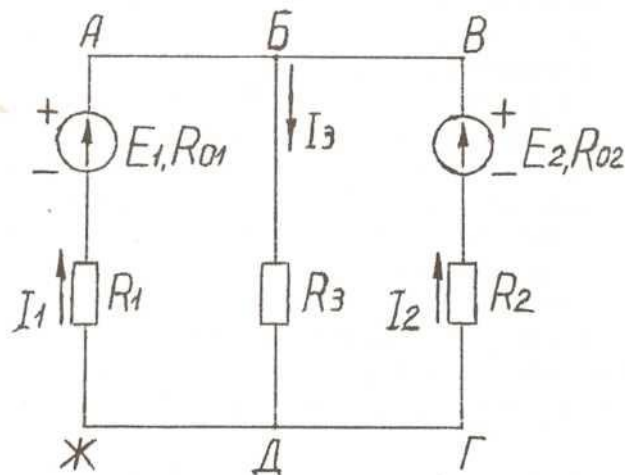

Рис.7
На рис.7 изображена схема сложной электрической цепи. ЭДС источников энергии $E_1=180$ В, $E_2=96$ В, их внутренние сопротивления $R_{01}=R_{02}=0,8$ Ом, сопротивления резисторов $R_1=9,2$ Ом, $R_2=19,2$ Ом, $R_3=25$ Ом.
- 1) Обозначим контуры сложной электрической цепи (рис.7).
- 2) На схеме (рис.7) показываем направление токов I_1, I_2, I_3 .
Ток I_2 получился отрицательным, значит, первоначально указанное направление этого тока на схеме (рис.7) было неверным, его надо изменить на противоположное.
Проверяем правильность определения токов в сложной цепи (рис.7) при помощи первого и второго законов Кирхгофа методом узлового напряжения. В этом методе все токи направляются от одного узла (Д) к другому (Б) (рис.7а).
Рис. 7а
Так как токи I_2 , I_3 получились отрицательными, их направление, указанное на рис. 7а, должно быть изменено на противоположное – от узла Б к узлу Д. Значение и направление токов